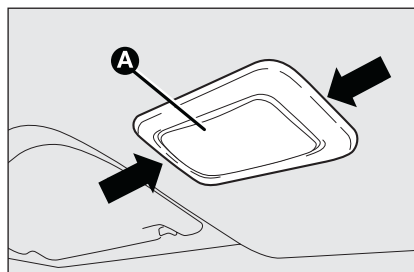

fig. 35
- ☐ extraer la lámpara de techo **A-fig. 35** interviniendo en los puntos indicados por las flechas;